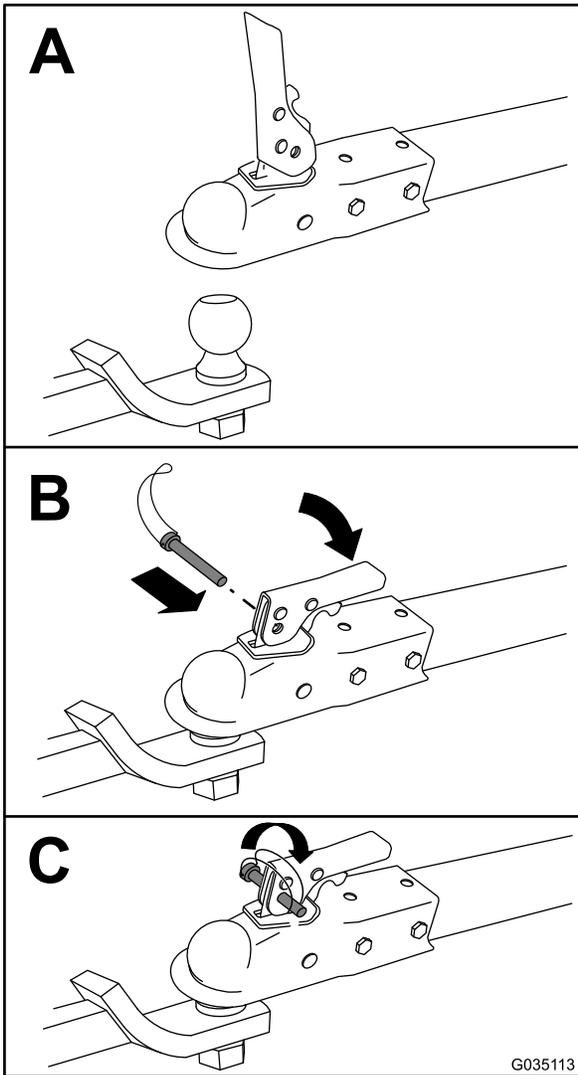

Figure 21
3. Attendez la machine comme montré à la **Figure 21**.